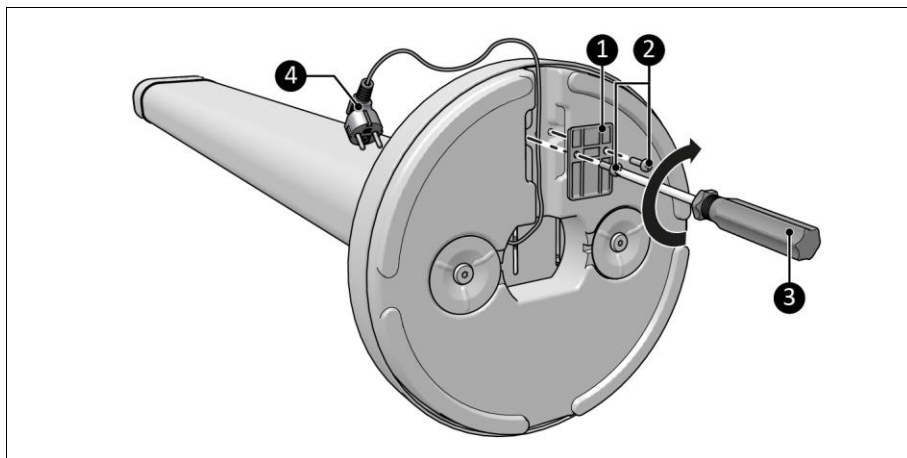

Figura 7
5. Treceți cablul de alimentare prin fanta pentru cablu (Figura 7).
6. Puneți plăcuța capacului (Figura 7, poz. 1) peste fanta pentru cablu și fixați-o pe bază cu șuruburi (Figura 7, poz. 2) și cu o șurubelniță Phillips (Figura 7, poz. 3).